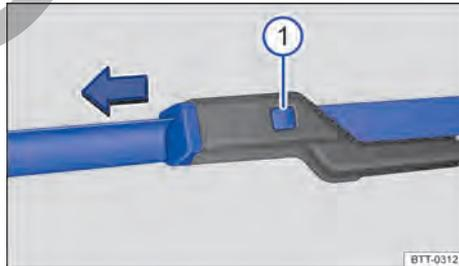

Fig. 130 Cambiar las escobillas limpiacristales del parabrisas.
- Mantenga presionada la tecla de desbloqueo y retire al mismo tiempo la escobilla en el sentido de la flecha → fig. 130 ①.